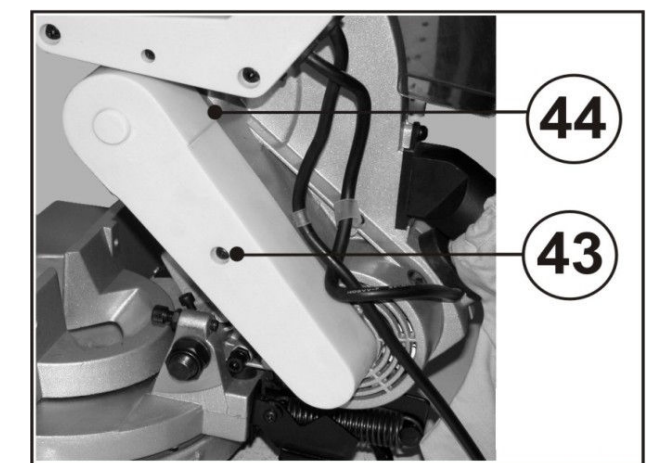
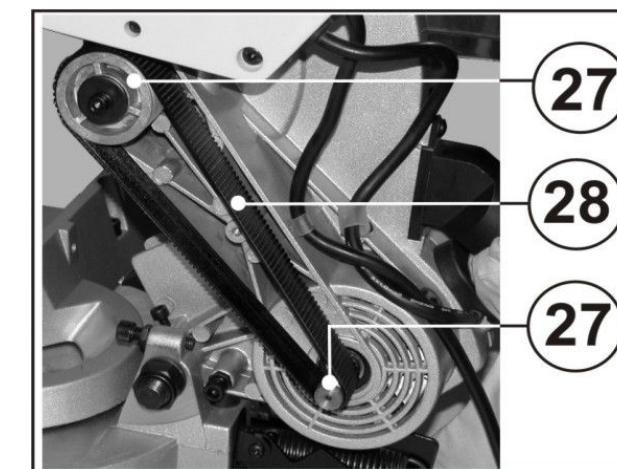

Рис.27
Рис.28
Вывинтите винт (43), Рис. 27. Снимите кожух (44) ремня.
Снимите старый ремень (28) и проверьте чистоту шкивов (27), Рис.28.
Установите новый ремень (28), Рис. 28, вращая шкивы (27) мотора и шпинделя. Вращайте шкивы (27) до тех пор, пока ремень (28), будет полностью установлен в пазы шкивов, Рис.28. (При установке ремня следите за тем, чтобы продольные «гребни» ремня укладывались в «ручьи» шкивов без смещения).
После установки ремня (28), Рис.28, возвратите на место кожух ремня и закрепите его винтом (43), Рис.27.